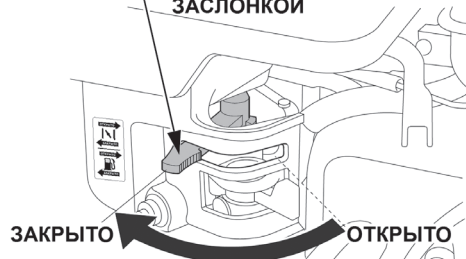

Рис. 13 Рычаг управления воздушной заслонкой
2. Закройте воздушную заслонку карбюратора. Для этого переведите рычаг управления воздушной заслонкой в крайнее левое положение (Рис. 13).